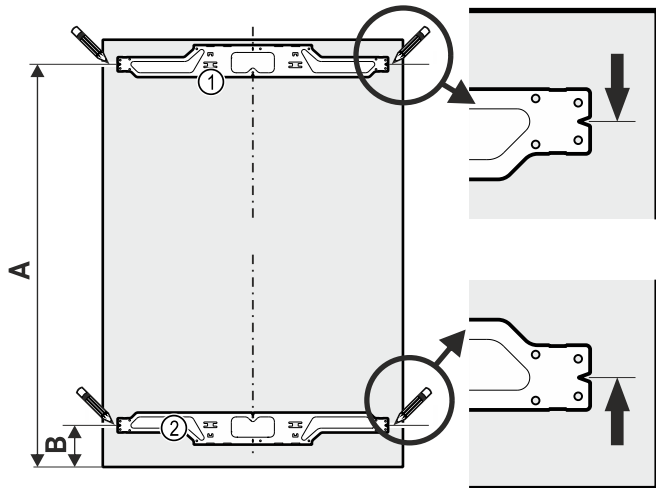

Fig. 27
- Linie im Abstand Fig. 27 (A) markieren.
- Linie im Abstand Fig. 27 (B) von der Unterseite der Möbelfront markieren.
- Oberer Befestigungswinkel Fig. 27 (1) zu Abstand Fig. 27 (A) ausrichten und mit mindestens sechs Schrauben 4x14 montieren.
- Unterer Befestigungswinkel Fig. 27 (2) zu Abstand Fig. 27 (B) ausrichten und mit mindestens sechs Schrauben 4x14 montieren.